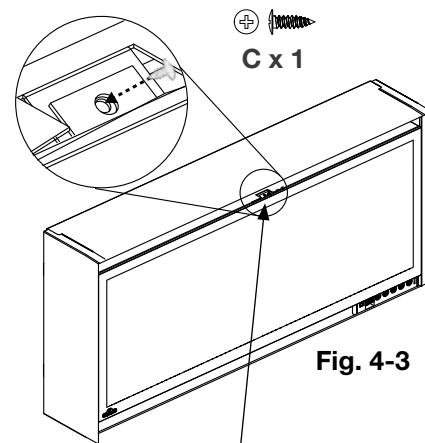

Fig. 4-3
- Fixez la section centrale supérieure du verre avant à l'appareil en utilisant une vis (fournie) (Fig. 4-3).